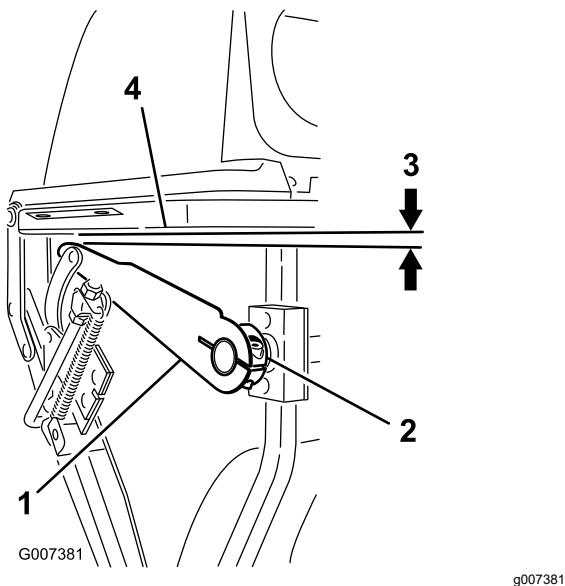

Figura 52
5. Para obtener la misma distancia, afloje el perno de cabeza Allen del buje de la palanca acodada derecha (Figura 52).